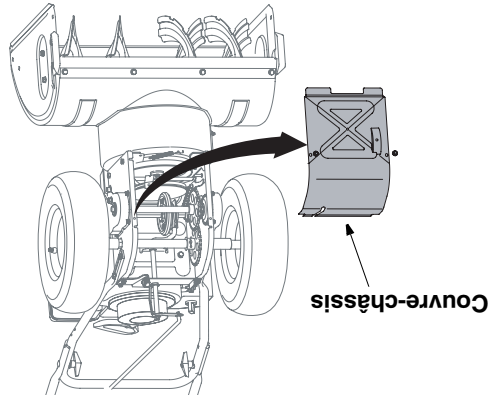

Figure 24
- Basculez la souffeuse vers l'avant pour la faire reposer sur l'habitacle. Enlevez les deux vis auto-taranduses du couvre-châssis sous la souffeuse et écartez-le. Voir la Figure 24.
- Basculez la souffluse vers l'avant pour la faire reposer sur l'habitacle. Enlevez les deux vis auto-taranduses du couvre-châssis sous la souffluse et écarterz celui-ci. Voir la Figure 24 Faites faire un demi-tour à la vis à épaulement et dégagez-la du support de montage. Voir la Figure 24 .